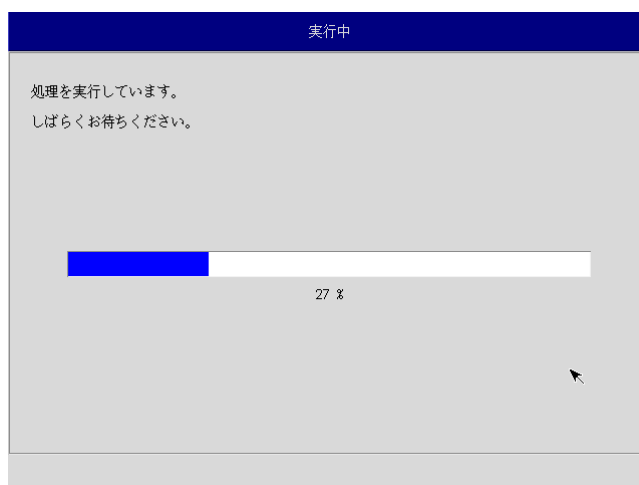

図 6-4-5. 実行中画面
- ⑦ 実行中画面（図 6-4-5）が表示され、処理が開始されます。実行中は DVD ドライブ、保存メディアを外さないでください。また、電源を落とさないようにしてください。